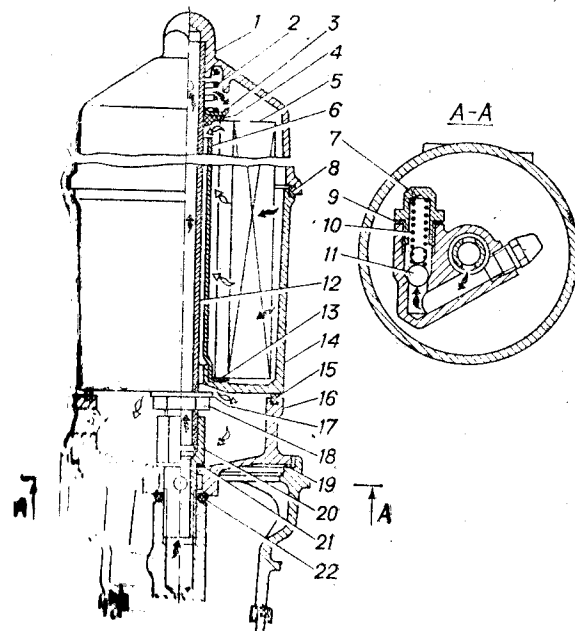

Рис. 11. Масляный фильтр:
**Масляный фильтр** (рис. 11) полнопоточный со сменным фильтрующим элементом «Реготмас 440А-1-06».